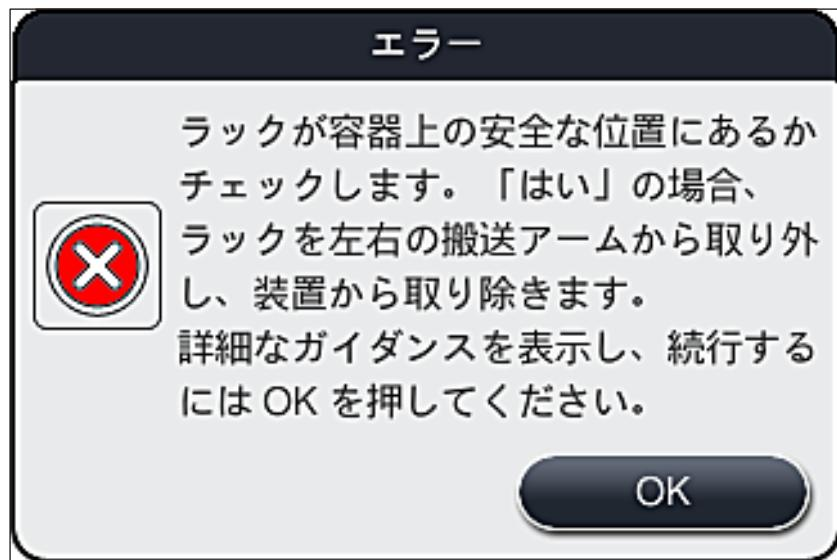
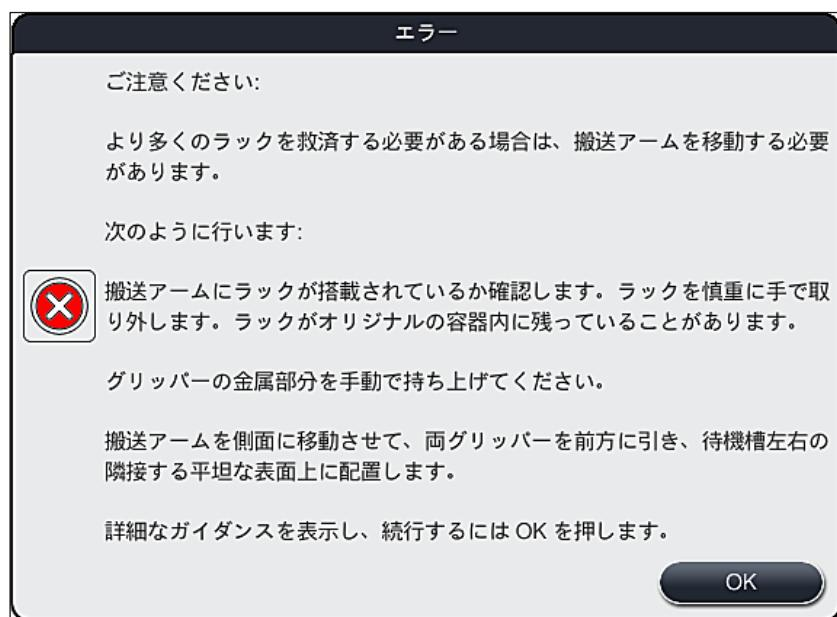

図 106
図 107
2. 続いて、この情報メッセージ（→「図 106」）が表示され、装置の 1 つまたは 2 つのラックが 2 つの試薬容器の間の安全な位置（→「図 102」）に置かれているかどうかをチェックするように促します。
3. 「OK」ボタン（→「図 106」）を押すと、さらに情報メッセージ（→「図 107」）が表示され、該当するラックを取り出すための正しい手順に関する指示が出ます。